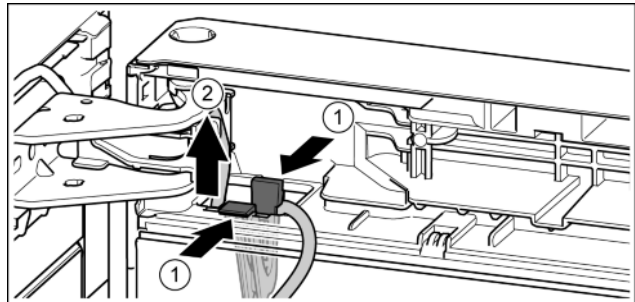

Fig. 23
- ▶ Tegen las drukken. *Fig. 23 (1)*
- ▶ Kabelhouder met de hieraan bevestigde kabel eruit trekken. *Fig. 23 (2)*